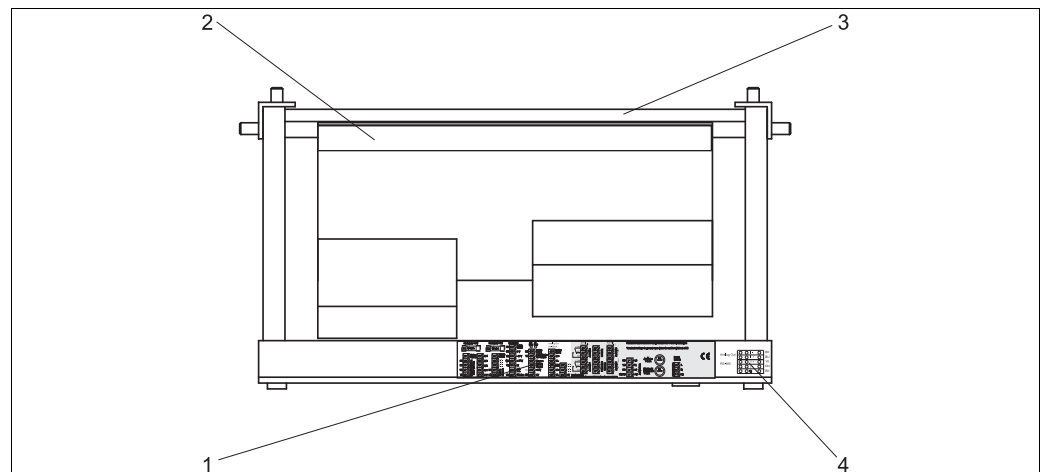

图 18: 分析仪俯视图 (无外壳分析仪和面板前倾时)
▶ 仅允许参照设备内的接线端子分配标签 (→ 图 18) 进行分析仪接线!